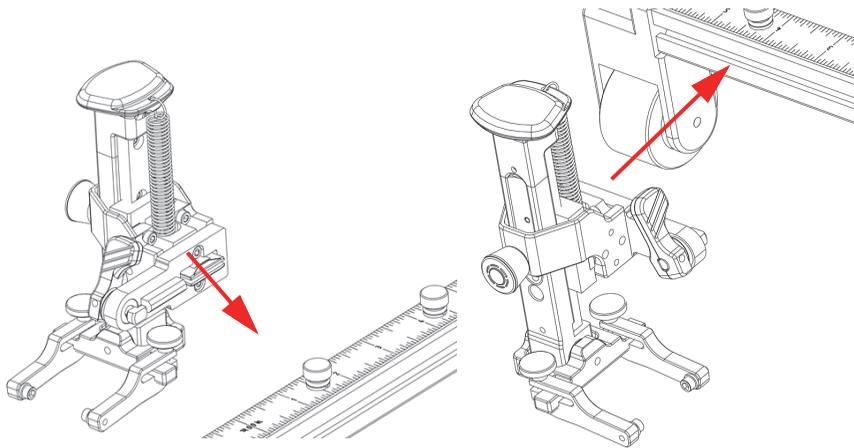

Figure 2-11 Alignement du support de sonde et de la rainure du rail
2. Alignez le support de sonde et la rainure du rail en vous assurant qu'ils soient positionnés parallèlement (Figure 2-11 à la page 44).